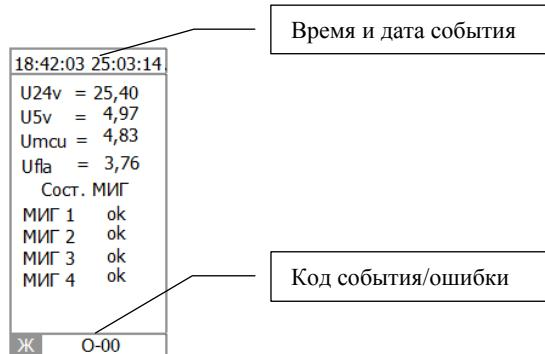

Рис. 29 Архивный слайд для события с кодом «О», «П» и «Р»
• Для событий с буквенными кодами «О», «П» и «Р» в поле события приводиться список напряжений в критических узлах БКУ и состояния датчиков МИГ (рис. 29).